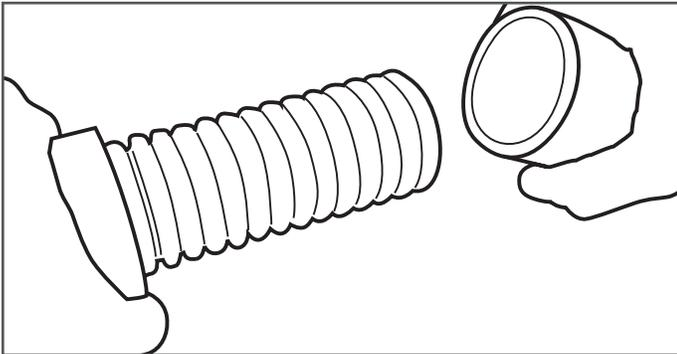

Figura 7-5
6. Retire la parte del revestimiento externo. (Figura 7-5)